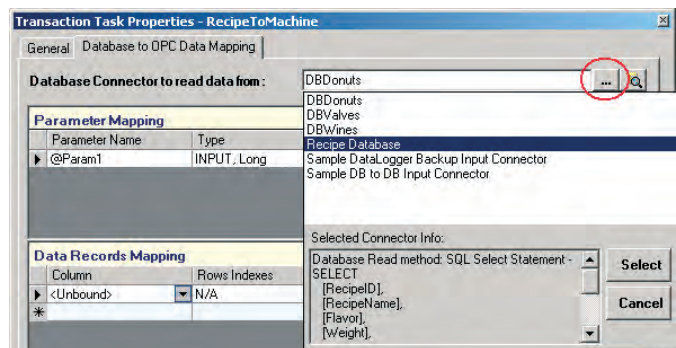

Рис. 53. Соединение с базой данных
- Нажмите кнопку **<...>** справа от поля **Database Connector to read data from** (Соединение с БД для чтения данных), как показано на рис. 53, и выберите соединение